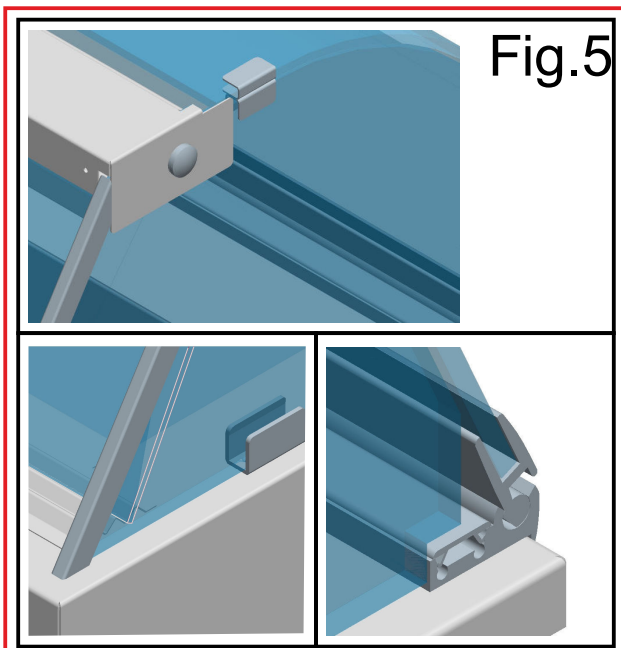

Fig.5
1. Sballare i vetri. **2.** Inserire i vetri laterali nelle apposite staffe ad U situate nella parte superiore l'apparecchiatura (Fig.4). **3.** Serrare le viti delle staffe. **4.** Dopo aver montato entrambi i vetri, inserire la plafoniera in acciaio. **5.** Fissare la plafoniera con le apposite viti fornite a corredo. **6.** Proteggere i cavi della lampada con gli appositi profili. **7.** Montare il vetro frontale inserendolo nell'apposita sede (Fig.5).
- 1.** Unpack the glass panels. **2.** Insert the glass side panels in the special U-brackets you will find in the upper section of the cabinet (see picture 4). **3.** Tighten the brackets' screws. **4.** Having assembled both glass panels, insert the steel ceiling lamp assembly. **5.** Fix the lamp assembly with the screws supplied. **6.** Protect the lamp cables with the profiles provided. **7.** Assemble the front panel, inserting it into its seat (see figure 5).